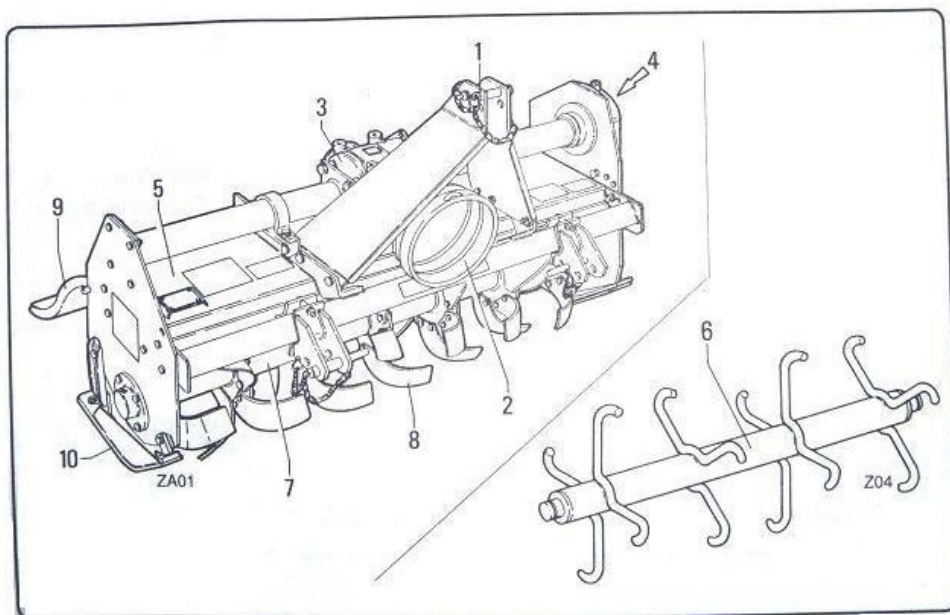

fig. 1.3.1
1.3 - Parties principales(fig. 1.3.1)
Légende des parties principales de la fig.1.3.1